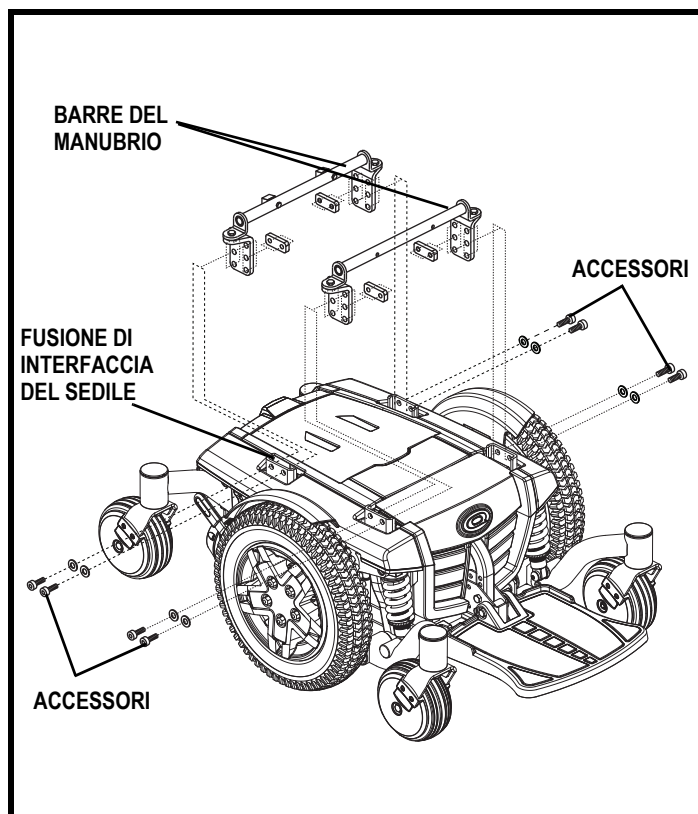

Figura 15. Regolazione dell'altezza/angolazione del sedile
7. Rimuovere i morsetti di fissaggio che uniscono le barre del manubrio ai pali del sedile. **Vedere la figura 15.**